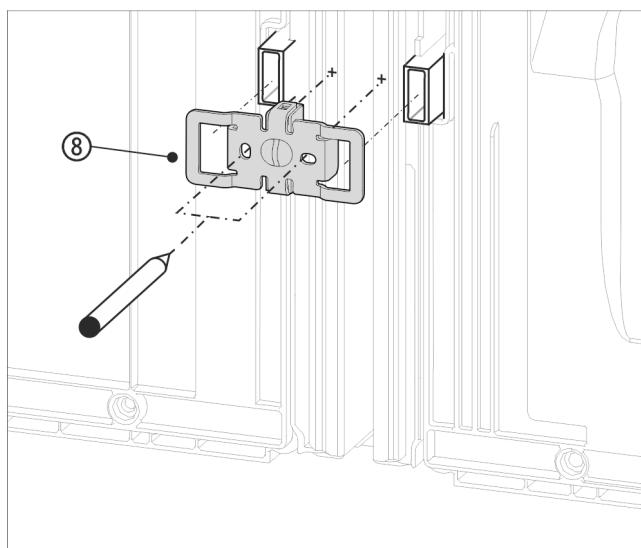

Fig. 16 例图
- ▶ 使用凹槽将角 Fig. 16 (8)推入壁距调整垫片的插槽上方。